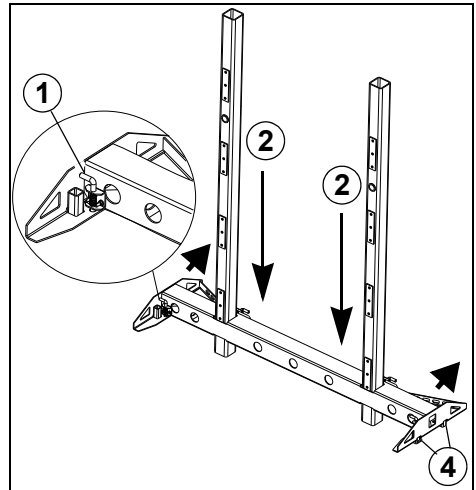

Bild 3 Querträger und Rungen
- 3 Querträger in Richtung Fahrzeugfront verschieben (Richtungspfeile am Querträger beachten), bis die Sicherungsbolzen (Bild 3/1) einrasten.
- 6 Rungen (Bild 3/2) in die Querträger einsetzen.